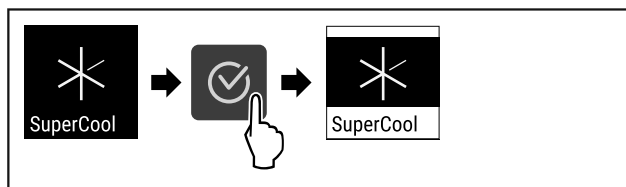

Fig. 90
- ▶ Udfør handlingstrinene (se Fig. 90).